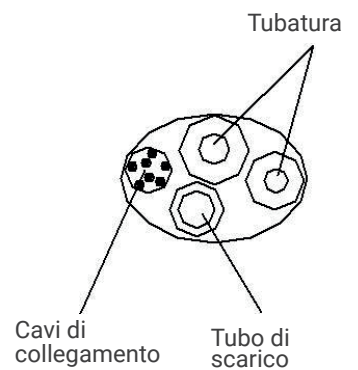

Fig.6
1. Collegamento tubo posteriore destro (simile al tubo obliquo destro) (opzionale, vedere Fig. 6)